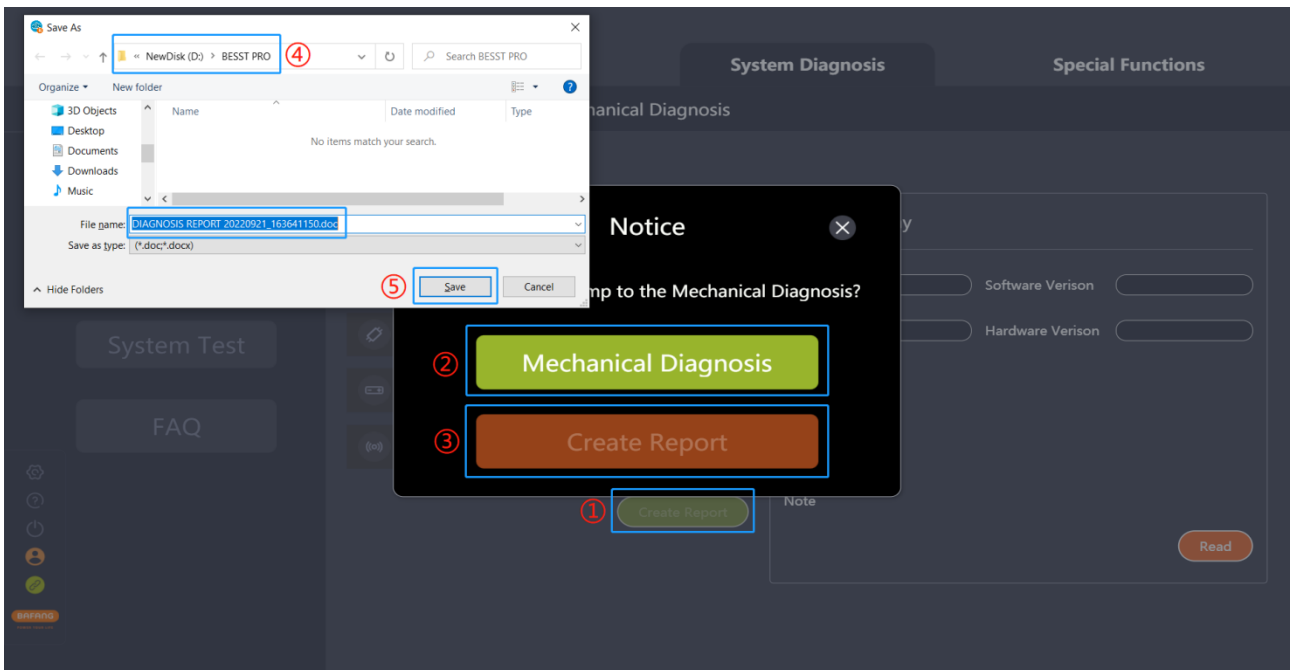

图 6-10 电子诊断界面创建报告
- (1) 点击“创建报告”，提示“要跳转到机械诊断吗？”（如图 6-10）；
- (2) 如需进行机械诊断，可选择“机械诊断”，跳转到机械诊断界面；
- (3) 点击“创建报告”；
- (4) 选择本地保存路径；
- (5) 点击“保存”，生成 word 报告文档。